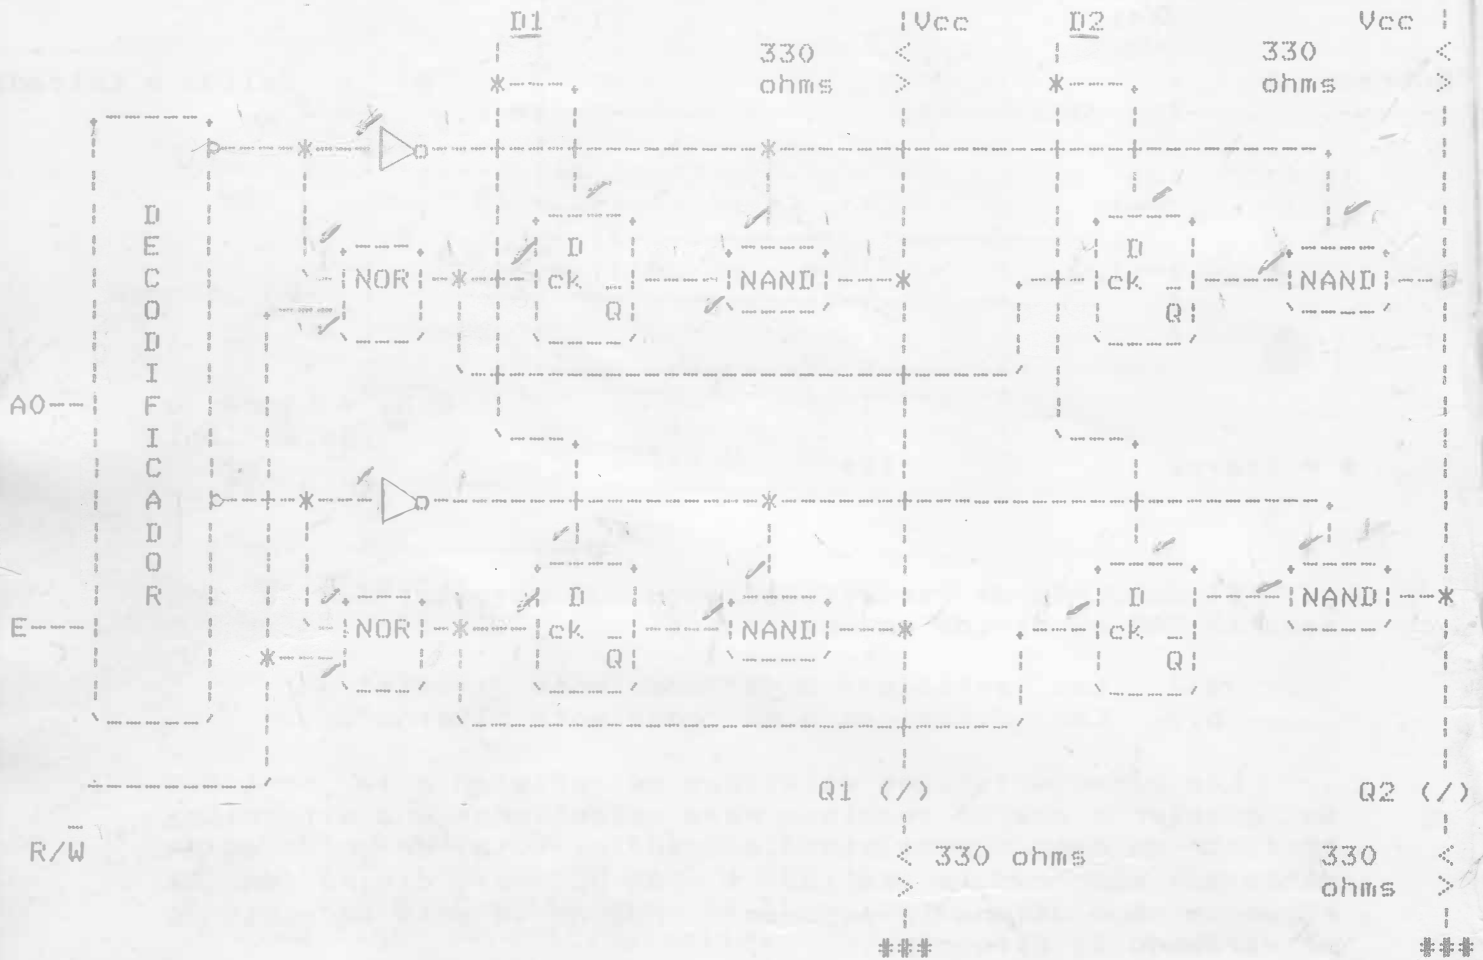

fig. 1
- Alamberrar la siguiente memoria de dos palabras de dos bits (fig. 1). Tener cuidado al alamberrar el circuito porque se está usando lógica alamberrada y compuertas de colector abierto.